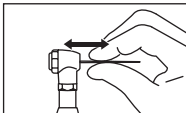

Fig. 3
- Kontrollera att filen är ordentligt fastsatt genom att dra i den före användning. (Fig. 3)